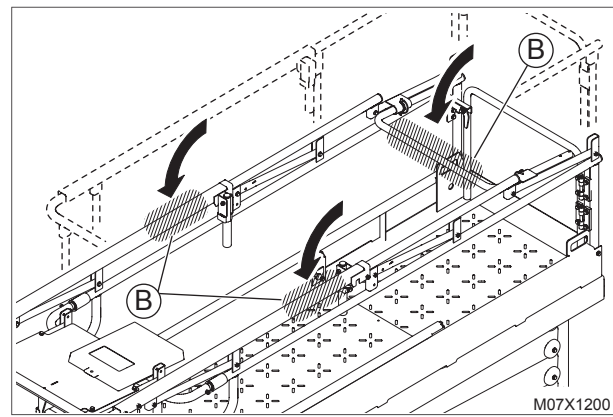

Abb. 8-10
- (5) Halten Sie die mit B gekennzeichneten Stellen weiterhin fest, während Sie das Sicherheitsgeländer langsam nach unten drücken, bis der obere Teil auf dem mittleren Teil aufliegt (siehe Abb. 8-10).
Halten Sie das Sicherheitsgeländer beim Herunterklappen nur an den mit B gekennzeichneten Stellen fest (siehe Abb. 8-10). Andernfalls können Ihre Hände zwischen den Stangen des Geländers eingeklemmt werden.